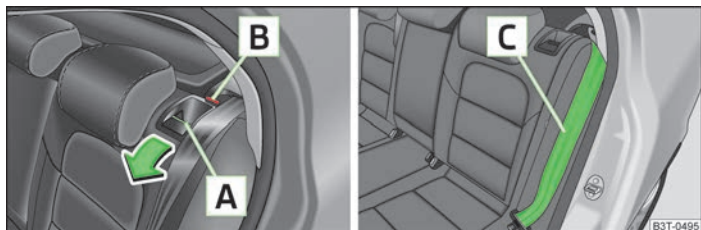

Fig. 60 Desbloquear el respaldo/bloquear el respaldo
- Presionando el asidero de desbloqueo [A] » fig. 60 se desbloquea el respaldo y se abate completamente hacia delante.
- Poner el cinturón de seguridad lateral trasero [C] » fig. 60 detrás del borde del revestimiento lateral.